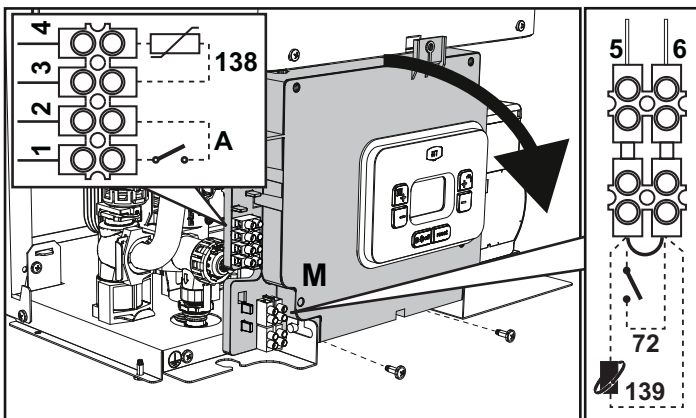
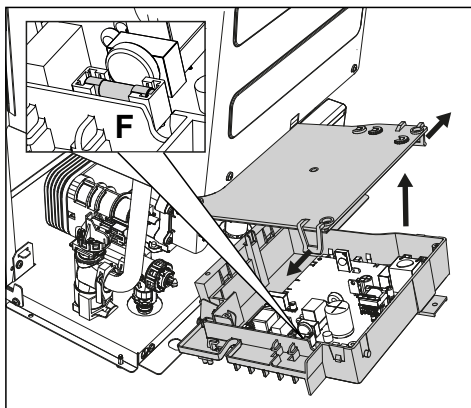

fig. 18
fig. 19
Dopo aver tolto il pannello frontale (sez. "Apertura del pannello frontale" a pag. 32) è possibile accedere alle morsettiere (M) e al fusibile (F) seguendo le indicazioni descritte di seguito (fig. 18 e fig. 19). I morsetti indicati nella fig. 18 devono essere a contatti puliti (non 230V). La disposizione dei morsetti per i diversi allacciamenti è riportata anche nello schema elettrico alla fig. 39.
Configurazione Interruttore ON/OFF (A fig. 19)